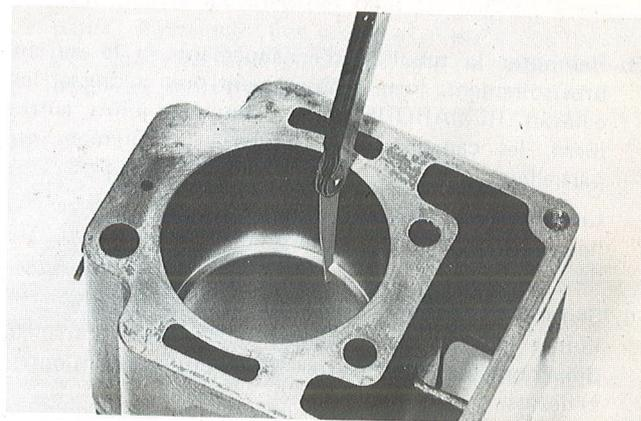

Figure 19. Mesure de la coupe des segments
5. Mesurer la coupe des segments en faisant descendre le segment dans un cylindre en se servant d'un piston retourné, voir figure 19. Cette mesure doit être prise au-dessous du point inférieur de rebroussement.